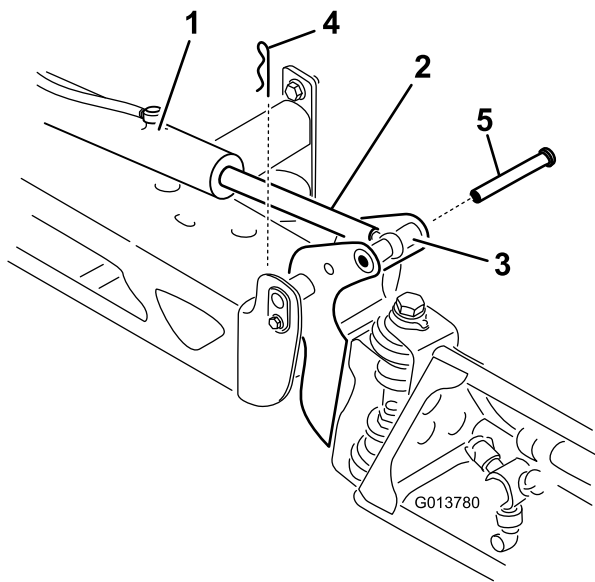

図 47
2. ピボットピンからコッターピンを抜き取る 図 47。
3. ブームを持ち上げて、ピンを外す (図 47)。ブームをゆっくりと床まで降下させる。
7. ブームを支えながら、ブームのピボットとアクチュエータロッドにピンを通す(図 47)。